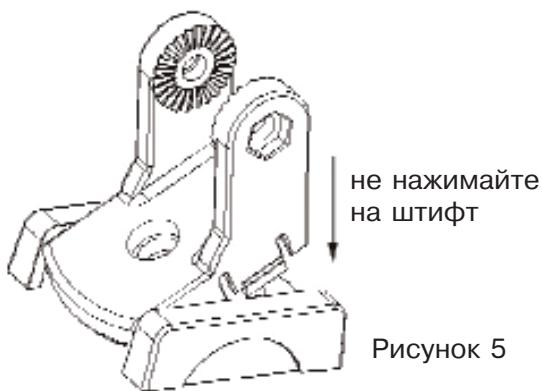

Рисунок 5
**Примечание:** не закрепляйте штифт на штифт-пластина (не нажмите на штифт) (Рисунок 5)